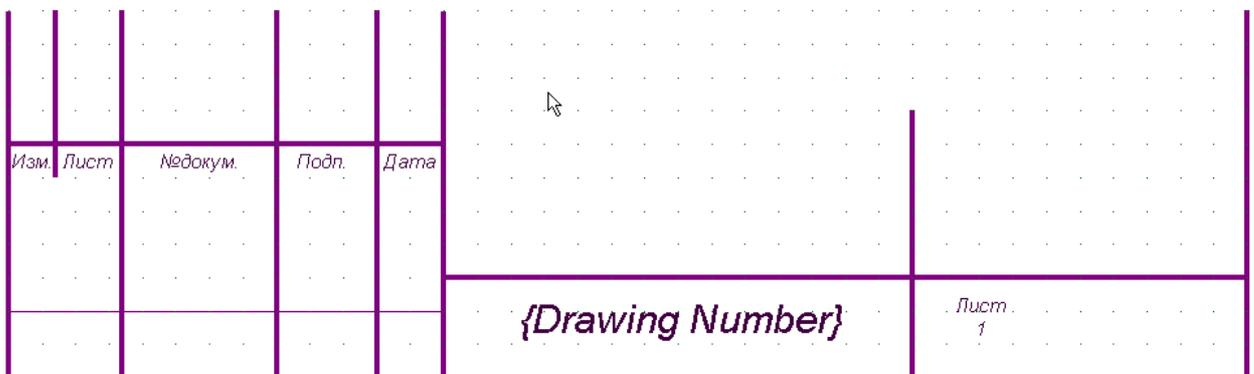

Рис. 4-17. Заготовка штампа второго листа
2) Переместите поля {Drawing Number} и {Sheet Number}, а также надпись «Лист» в нижнюю часть штампа (см. рис. 4-17).
3) Удалите лишние поля, линии и надписи, как показано на рис. 4-17. Для этого просто отмечайте нужный элемент щелчком левой кнопкой мыши и нажимайте клавишу **DELETE**